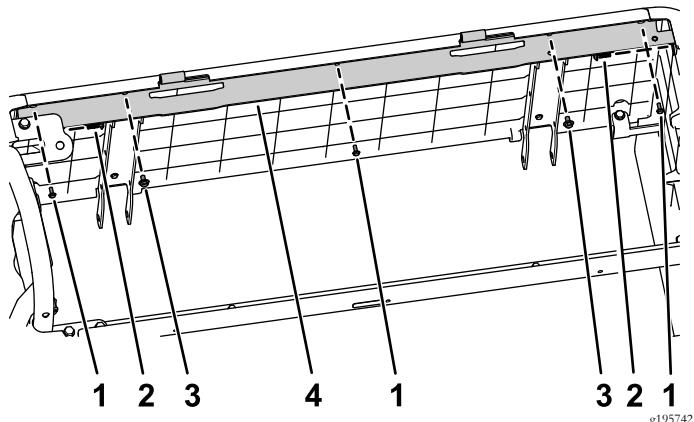

Figura 42
8. Instale el soporte del asiento con 3 tornillos (Nº 10 x 1/2"), 2 conjuntos de perno con arandela (1/4" x 1/2"), y 2 tornillos Torx (Figura 42).